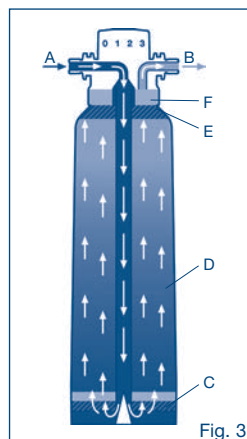

Fig. 3
L'acqua del rubinetto (A) scorre verso la cartuccia filtrante (Fig. 3). Nella sezione (C) le particelle vengono rimosse tramite un prefiltro e grazie al carbone attivo vengono eliminati odori e sostanze sgradevoli, come ad esempio il cloro. In seguito, l'acqua viene decarbonizzata (D) tramite lo scambiatore di ioni, lavorata con il carbone attivo (E) e infine filtrata (F).